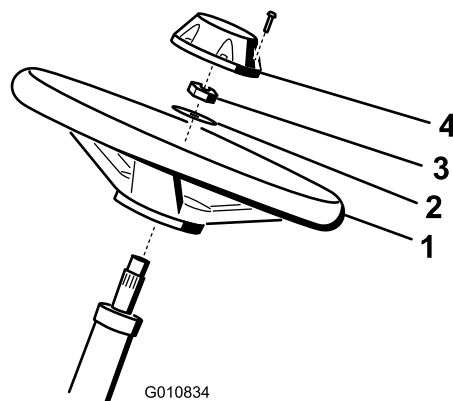

Figura 6
- Collocate il volante sul piantone (Figura 6).
- Collocate la rondella sul piantone (Figura 6).
- Fissate il volante sul piantone per mezzo di un dado di bloccaggio serrato a 27–35 N·m (Figura 6).
- Montate il coprimozzo sul volante e fissatelo con l'aiuto di 6 bulloni (Figura 6).